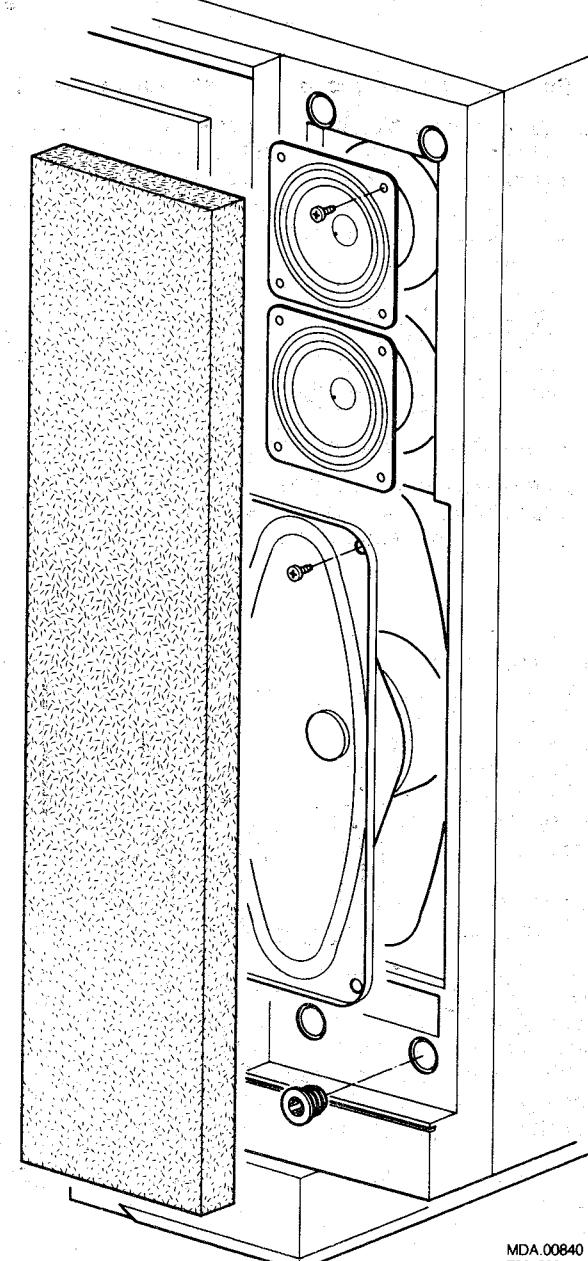

Fig. 9
**6. Ausbau der Lautsprecher (siehe Bild 9)**